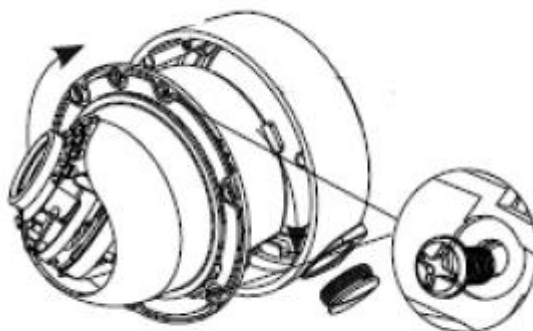

Рис. 4
3) Вставьте модуль камеры обратно в базу. Для этого поместите модуль в базу и поверните модуль по часовой стрелке (см. рис. 4). Закрутите обратно запирающие винты